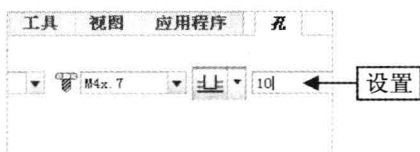

图 6-14 设置参数
Step 04 在“输入螺钉尺寸”数值框中输入“M4×.7”，并在“输入钻孔深度值”数值框中输入 10，如图 6-14 所示。